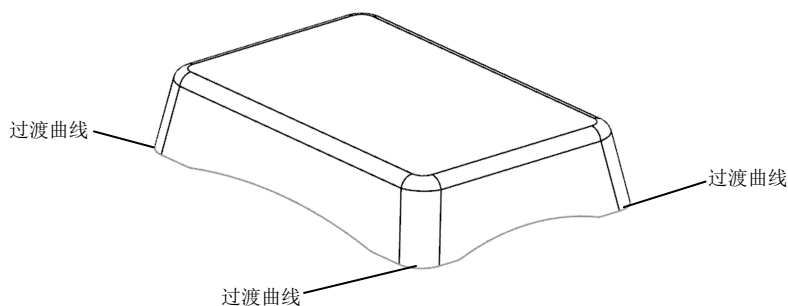

图 5-6 选取过渡曲线
(13) 选取工件的 4 个角位处的曲线为过渡曲线，如图 5-6 所示。